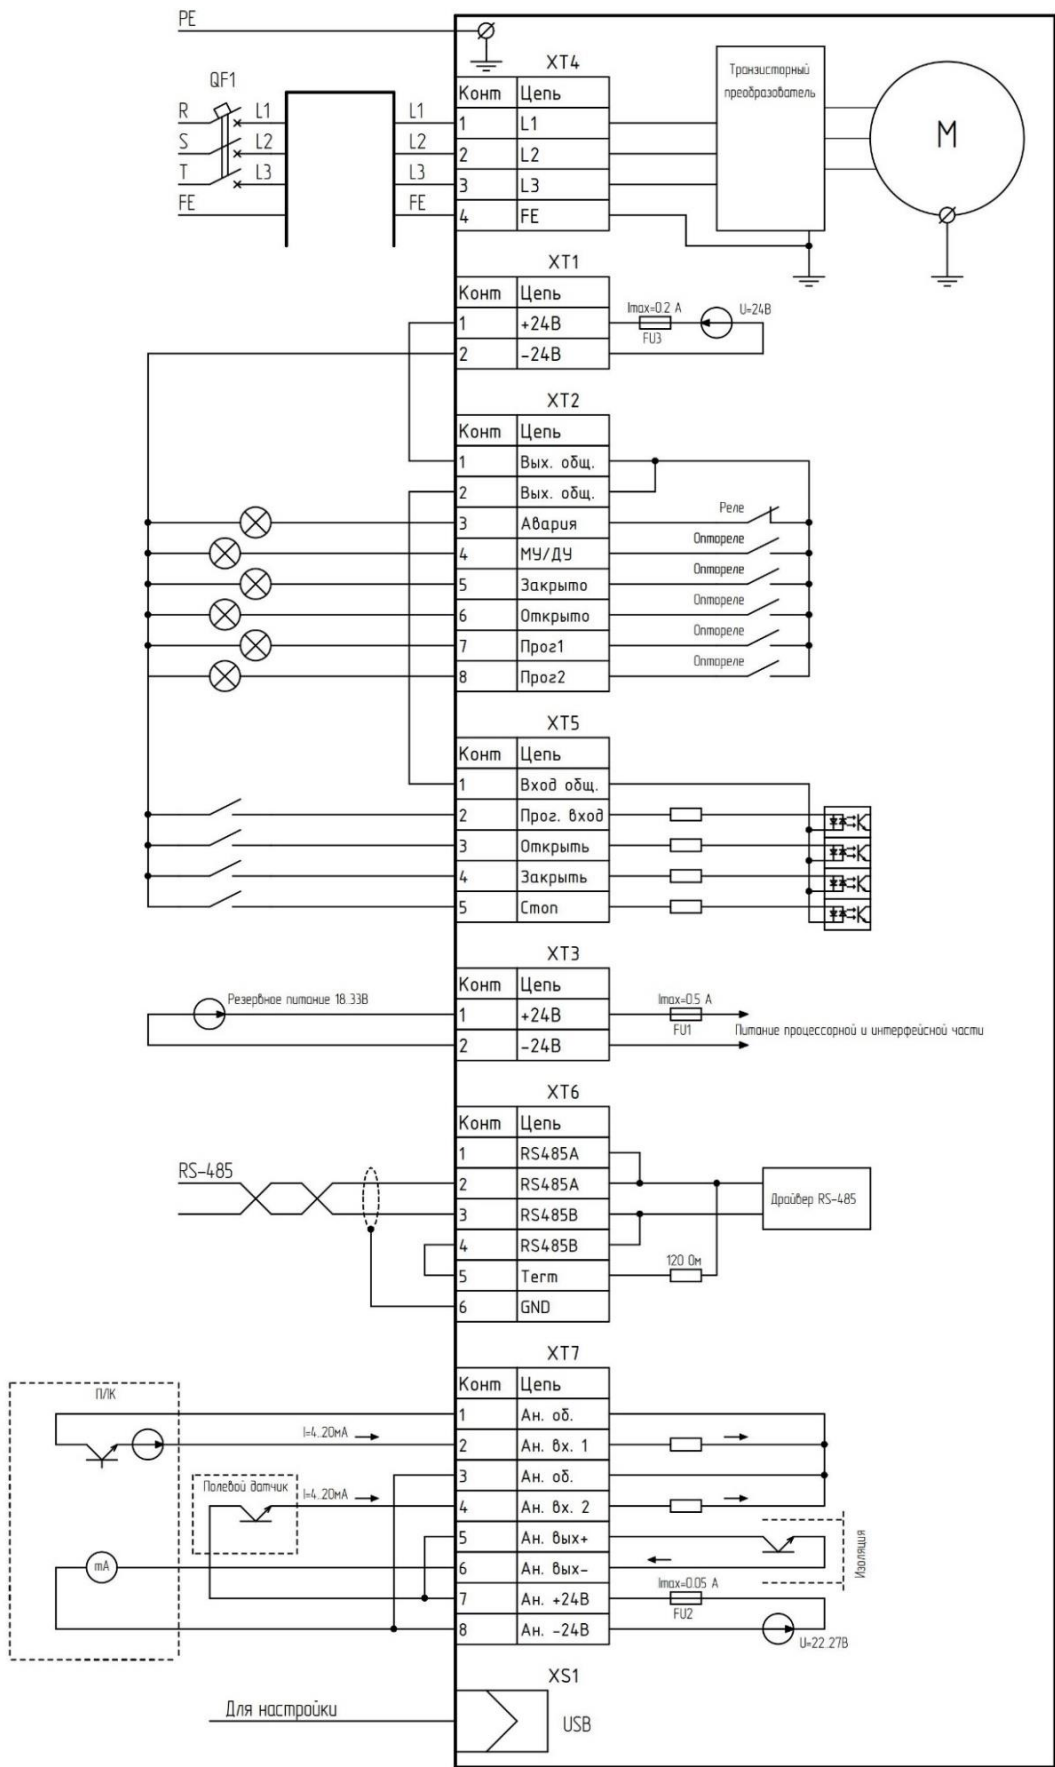

Рисунок 4 – Схема подключения модуля EM-Drive
- 1) собрать схему подключения электрических цепей модуля EM-Drive согласно рис.4;